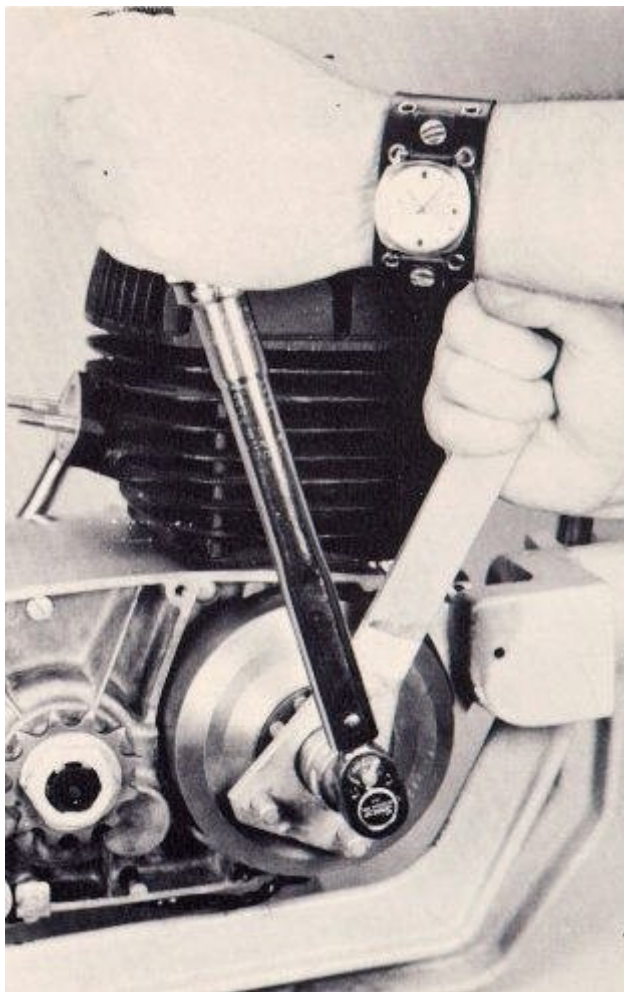

FIG. 122
19. Coloque la arandela tipo de bloqueo a la estrella del cigüeñal y poner unas gotas de Loctite en la rosca de la tuerca de volante magnético. Gire la tuerca hacia abajo con los dedos. Montar la herramienta de sujeción del volante OSSA (N ° 999-206) en las ranuras en el volante. Con una llave de 26 mm, apriete la tuerca del volante magnético a 60 libras / pie. (Fig. 122).